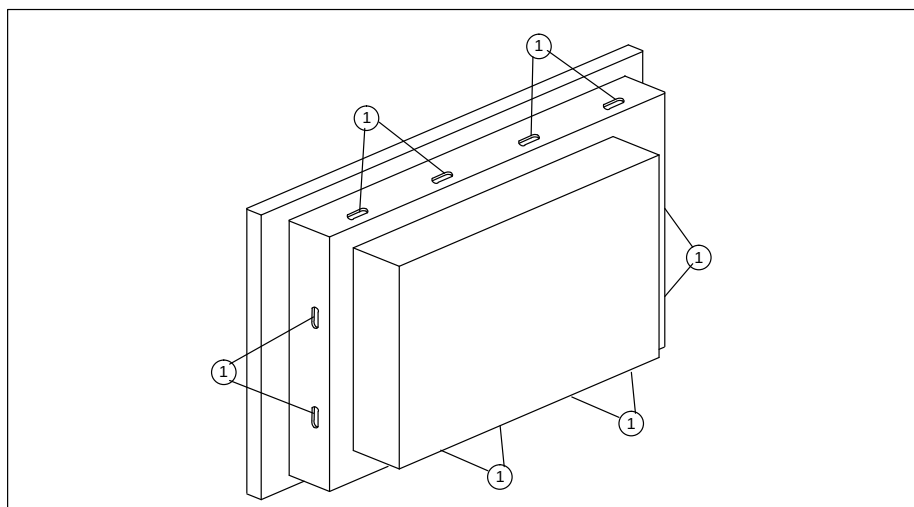

Figura 2-1 Le posizioni per le viti tiranti.
3. Fissare l'OP con le sei viti tiranti fornite ^① nel pannello frontale. La figura 2-1 mostra le posizioni per le viti tiranti.